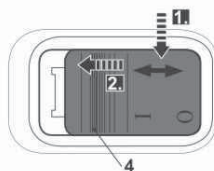

Fig. 16
- > Appuyez sur la partie arrière du bouton marche/arrêt [4] et poussez le vers l'avant jusqu'à ce qu'il s'auto-bloque (Fig. 16).